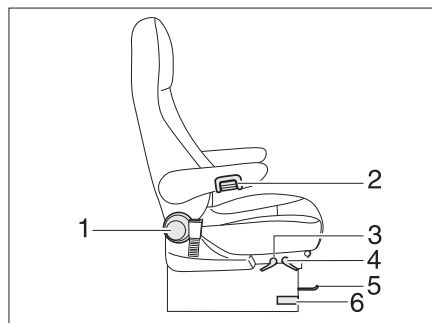

Bild 90 Förar- och passagerarstol
- Tryck och drag spaken (Bild 90,6) för att svänga stolen. Stolen lossas från låst läge.